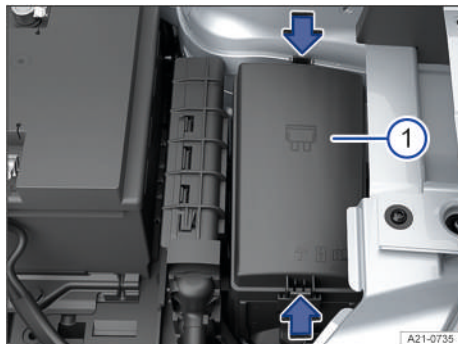

Fig. 231 En el vano motor: caja de fusibles.
2. Para desbloquear la cubierta de la caja de fusibles, presione los bloques en el sentido de las flechas → fig. 231 ①.